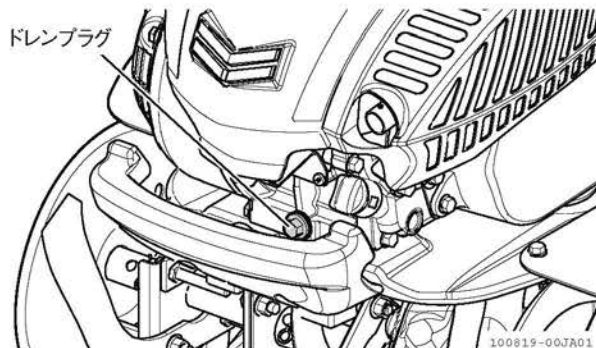

図 4-17 交換のしかた
2. ドレンプラグを工具で外します。古いエンジンオイルが流れ出てきます。(図 4-17)